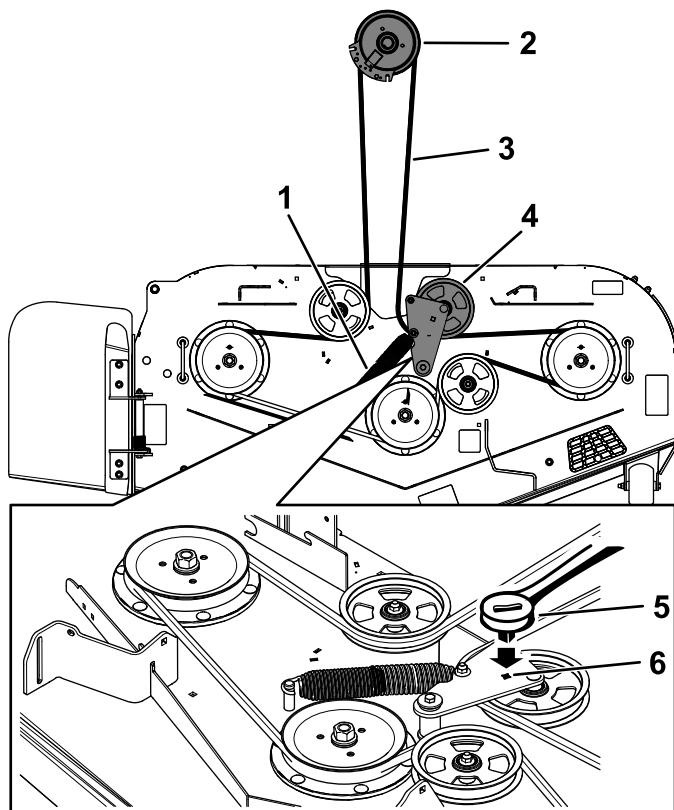

Figura 84
5. Utilice una llave de carraca de $\frac{3}{8}$ " en el orificio cuadrado del brazo tensor para aliviar la tensión del muelle tensor (Figura 84).
7. Instale la guía de la correa en el brazo tensor tensado con muelle (Figura 84).
9. Pase la correa nueva alrededor de las poleas del cortacésped y de la polea del embrague, debajo del motor (Figura 84).
10. Instale la guía de la correa en el brazo tensor (Figura 84).
11. Utilizando la llave de carraca de $\frac{3}{8}$ " en el orificio cuadrado, instale el muelle tensor (Figura 84).